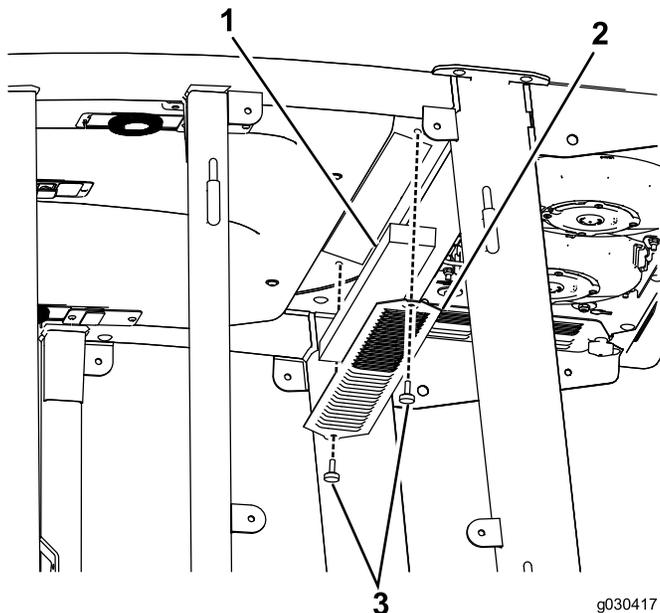

Bild 64
1. Nehmen Sie die Daumenschrauben und Gitter vom internen Kabinenfilter und den hinteren Kabinenfiltern ab (Bild 64).